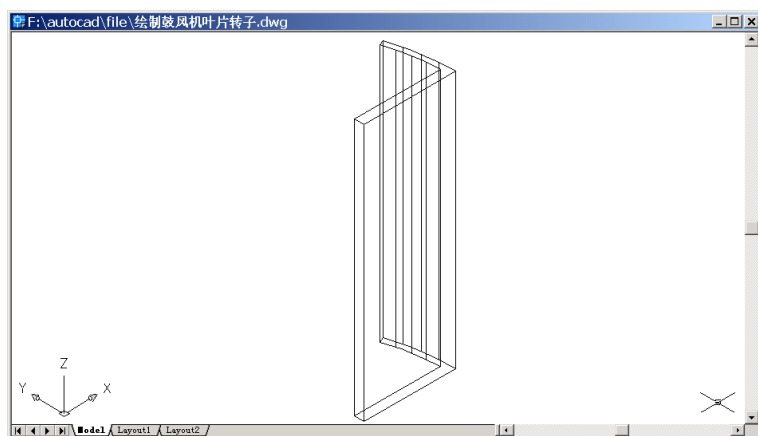

图 31.6 叶片三维图
(7) 用 VIEW 命令变换视图为 Southwest Isometric (西南视图)，结果如图 31.6 所示。